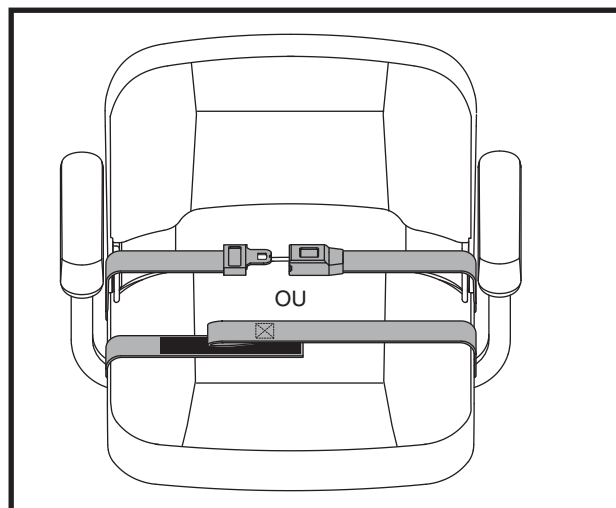

Figure 20. Ceinture de positionnement–De type attache in métal ou Ceinture de positionnement–Crochet réutilisable et boucle de fixation
Votre scooter peut être équipé d'une ceinture de positionnement de type automobile réglable pour votre confort. **Voir la figure 20.** La ceinture de positionnement est conçue pour supporter et empêcher le conducteur de glisser ou d'avancer sur le siège. La ceinture de positionnement n'est pas une ceinture de sécurité.
1. Insérez l'onglet de la ceinture côté droit dans la boucle de ceinture côté gauche jusqu'à ce que vous entendiez le "clic". **Voir la figure 20.**
1. Alignez les deux côtés de la ceinture en plaçant les deux bouts directement au-dessus du côté de l'attache ("crochet") du côté opposé de la ceinture. Pressez fermement ensemble pour attacher. **Voir la figure 20.**